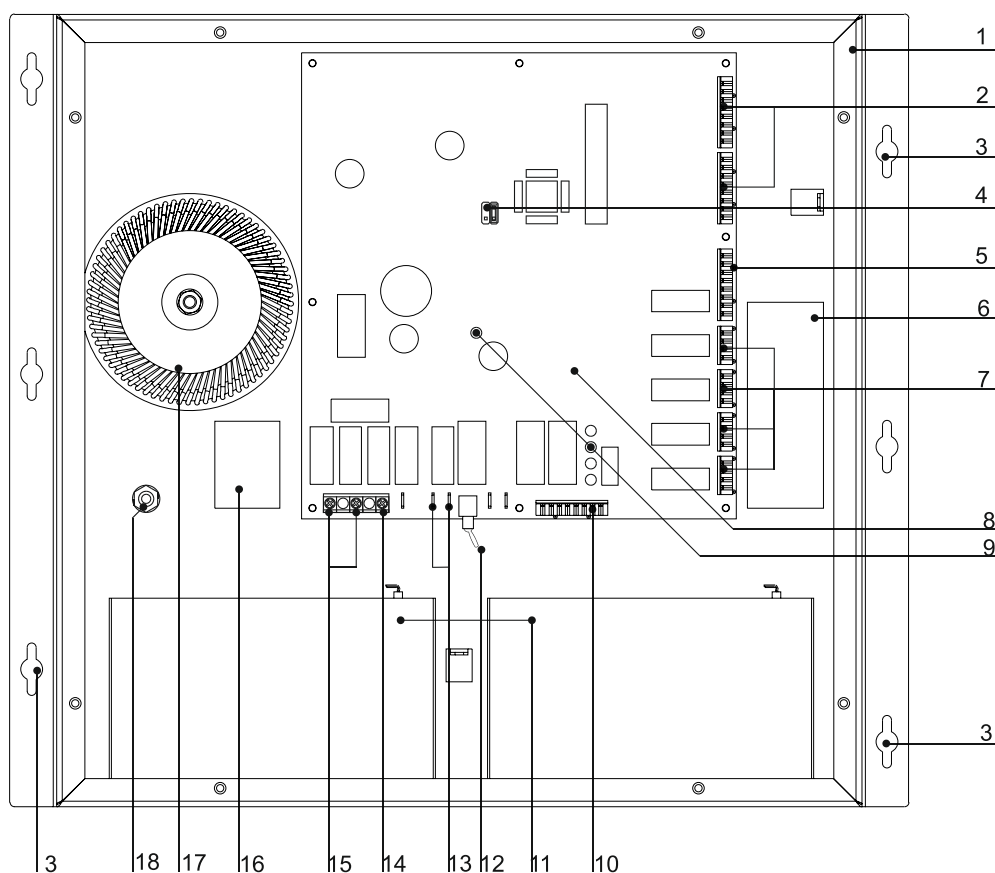

Рис. 1. Вид на ЛБС без крышки.
Блок имеет 7 портов различного назначения с интерфейсами RS485. Порты RS485, предназначенные для связи с другими ЛБС (рис. 1 поз. 2) имеют изоляторы линии связи, поскольку питание разных ЛБС в системе может выполняться от различных сетей 220В.
2). Снимите крышку Блока. Протяните кабели питания и линии связи через специальные отверстия в задней стенке Блока (рис. 1, поз. 6 и 16). Установите Блок на стену.
4). Подключите питания 220В. Напряжение питания к клеммам 15 рис. 1, заземление к клемме 14. **ВНИМАНИЕ!** напряжение питания на Блок должно подаваться через отдельный автомат защиты!
5). Подключите к разъему рис. 1, поз. 2 линии связи с другими ЛБС системы. Схема подключения указана в приложении 2. Для всех линий связи рекомендуется использовать кабель типа КСБКГнг(А) - FRHF.
7). Линии связи с абонентскими устройствами подключите к разъемам поз. 7, рис. 1. (схема в приложении 4).
8). К разъему рис. 1, поз. 10 можно подключить линии для удаленного контроля состояния и исправности системы.
9). Проконтролируйте, что выключатель питания находится в положении выключено, как указано на рис. 1, поз. 12. Подключите к клеммам рис. 1, поз. 13 две аккумуляторные батареи напряжением 12В и емкостью 7А*4 каждая. Батареи подключаются параллельно.
11). Переверните переключатель питания поз. 12 в положение включено. Проконтролируйте правильность свечения индикаторов рис. 1, поз. 9: